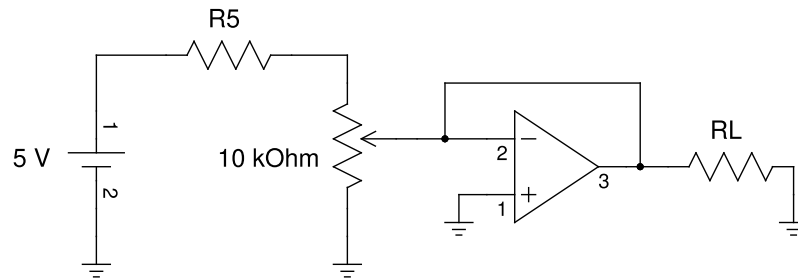

Figura 4.7
4.14. Considerando o experimento 4.2.6, calcule o a discrepância relativa percentual associada a tensão de saída do circuito da figura 4.7 para cada situação de carga.